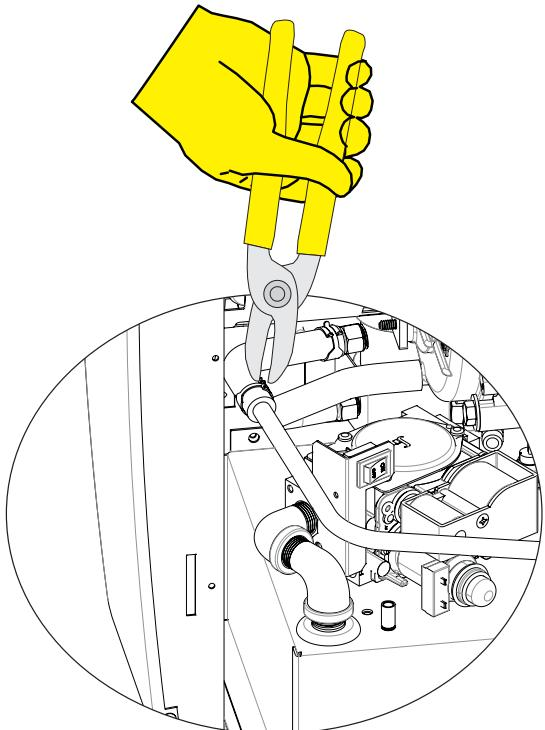

Figure 10
- Insérez l'extrémité en forme de «L» du tube de condensat dans le tuyau de condensat noir fixé au piège à condensat. Utilisez la pince pour déplacer le collier de serrage sur la partie du tuyau de condensat qui se trouve au-dessus du tube de condensat. **Voir Figure 10.**